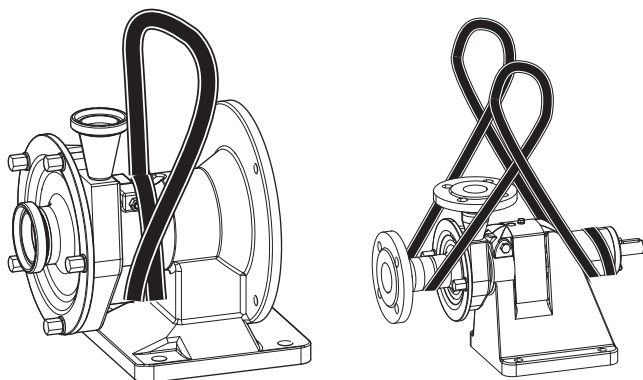

Fig. 53 Transporte con una grúa
1. Colocar dos veces la eslinga circular alrededor de la garganta del adaptador (véase Fig. 53 «Transporte con una grúa»).
1. Pase la eslinga circular dos veces alrededor del extremo posterior del apoyo de rodamiento (véase Fig. 53 «Transporte con una grúa»).